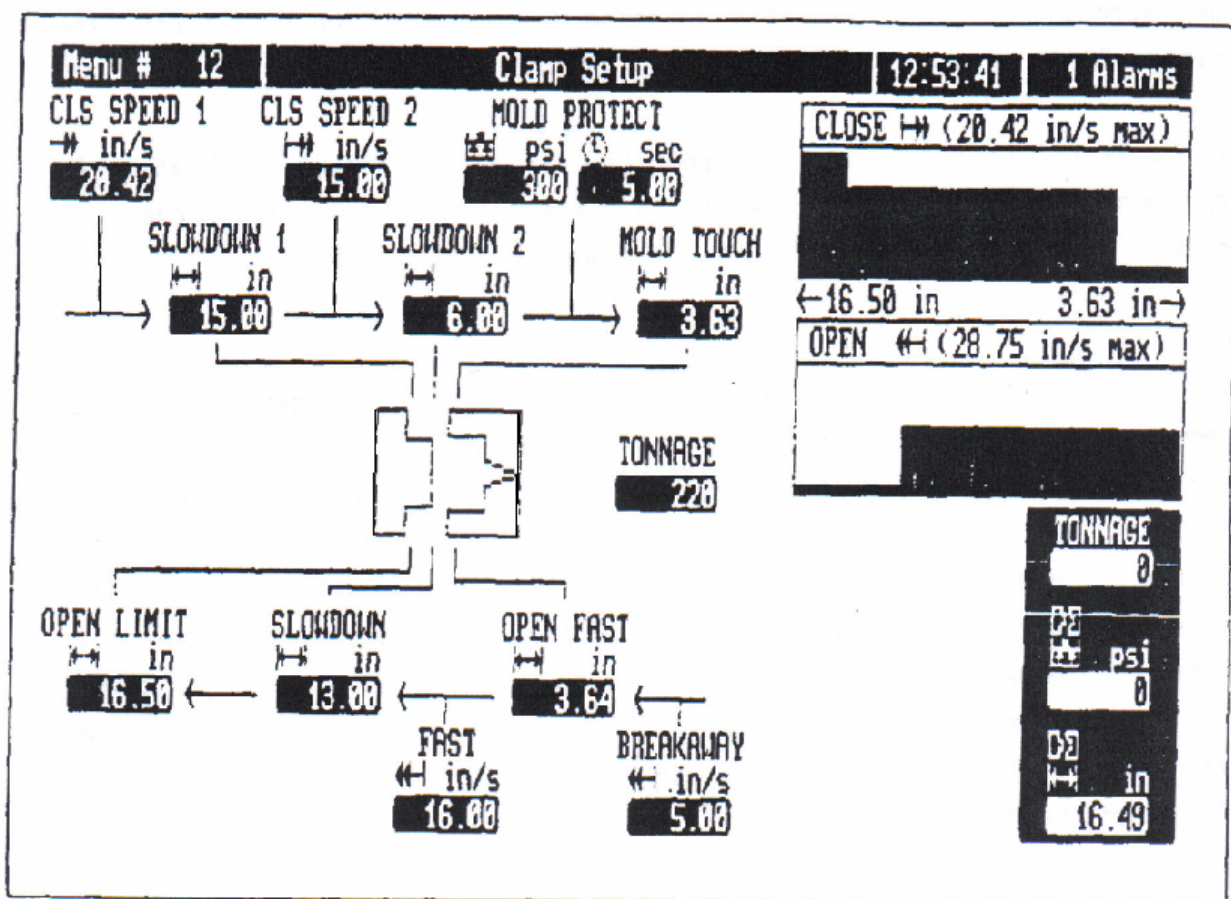

Figura 3.13 Pantalla de ajuste de prensa.
- b) Ajuste el límite de apertura aproximadamente a 2 pulgadas menos del máximo límite de apertura. Ajuste los valores de velocidad de apertura y velocidad de cierre a sus máximos valores. Encienda el motor, y coloque la prensa en posición de ajuste disminución de cierre rápido. Apague el motor. Figura 3.13.